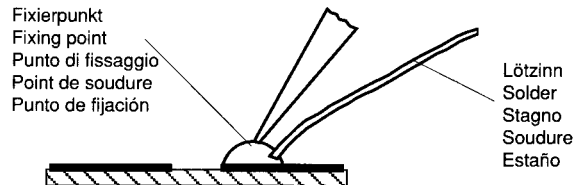

Fig. 3
Lötperle anbringen (Fig. 3).
3. Pulire il punto dai residui di saldatura. Applicare una goccia di stagno (Fig. 3).
3. step: Remove possible residues from the soldering point. Then apply a solder bead (Fig. 3).
3. Aspirer les restes de soudure sur le circuit. Poser une pointe de soudure (Fig. 3).
Tercer paso: Limpiar el punto de soldadura de residuos de la soldadura anterior. Poner una gota de estaño (Fig. 3).